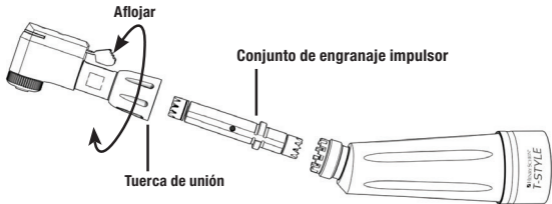

Fig. 3
Montaje del cabezal de ángulo (Fig. 3)
3. Gire la tuerca de unión en la dirección indicada en la Fig. 3 hasta que quede apretada con los dedos.
Desmontaje de los cabezales de ángulo (Fig. 3)
2. Gire la tuerca de unión en la dirección indicada en la Fig. 3 para liberar el cabezal.